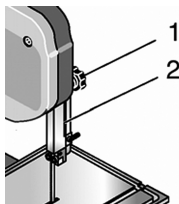

Fig. 2
4. Vor dem Sägebeginn Führungsteil knapp über dem Sägegut einstellen. Dazu Knebelschraube 1 lockern (siehe Fig. 2), Führungsteil 2 in die gewünschte Position schieben und wieder Knebel-schraube festklemmen
4. Before starting to saw adjust the guide component right above the work piece. Therefore loosen toggle screw (Fig. 2), push the guide component into designated position and then jam the toggle screw
4. Prima di procedere a segare, posizionare l'elemento guida poco sopra l'elemento da segare. Allentare a tal fine la vite a levetta 1 (vedi Fig. 2), spingere l'elemento guida 2 nella posizione desiderata e bloccare nuovamente la vite a levetta
4. Antes de iniciar el aserrado, ajustar la pieza de guía ligeramente sobre el producto a aserrar. Para ello aflojar el tornillo de muletilla 1 (véase fig. 2), deslizar la pieza de guía 2 a la posición deseada y volver a apretar el tornillo de muletilla.
4. Voor u begint te zagen geleidingsdeel strak over het zaaggoed instellen. Daarvoor vleugelmoer 1 losdraaien (zie fig. 2), geleidingsdeel 2 in de gewenste stand schuiven en weer met vleugelmoer vastklemmen